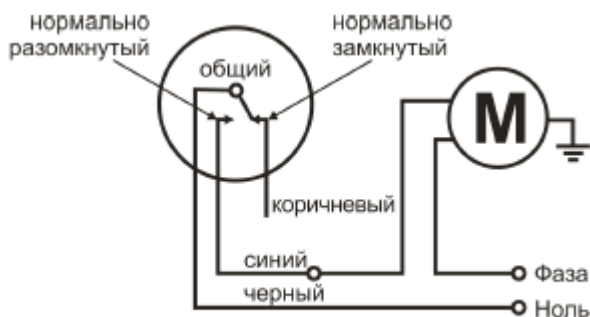

Рис. 2
- 2.1. Подключите синий провод поплавкового выключателя к реле или контактору, а черный – к нулю, как показано на рис. 2.